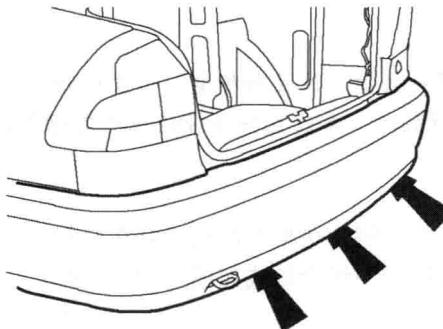

图 1-15 后保险杠底板固定螺钉位置
(1) 支撑并举升车辆。
(2) 拆下后保险杠底板固定螺钉，如图 1-15 所示。